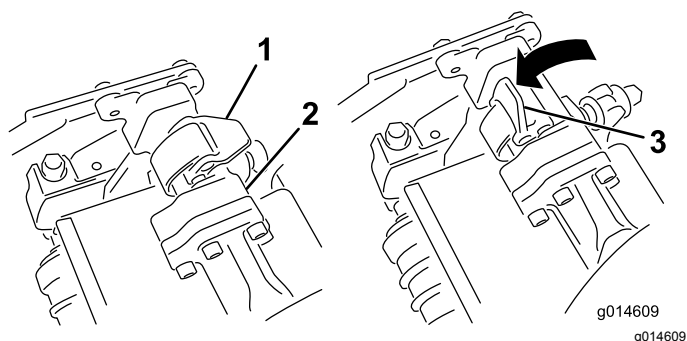
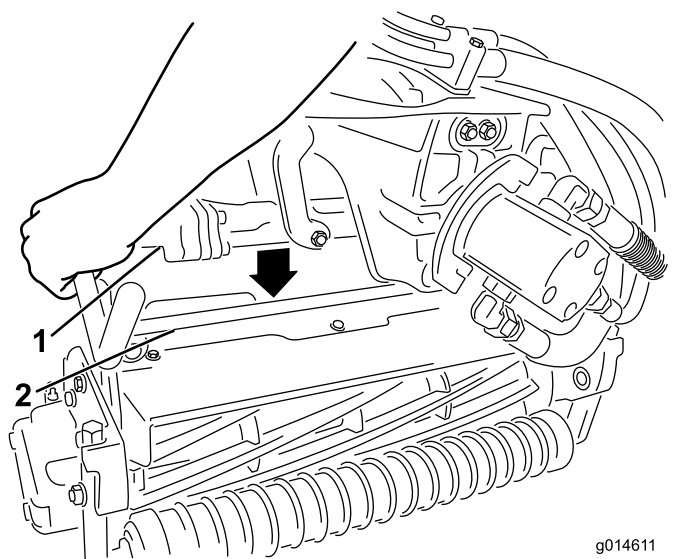

図 46
図 47
3. サスペンションアームのバーについているラッチを上向き開いた状態にして 図 46、サスペンションアームを押し下げて、バーを、カッティングユニットのバーの上に被せるようにする 図 47。
4. ラッチを下げて閉じるとカuttingユニットのバーがロックされてユニットがアームにセットされる図 46。
4. 取り外したいCuttingユニットのサスペンションアームのバーについているラッチを開く図 46。